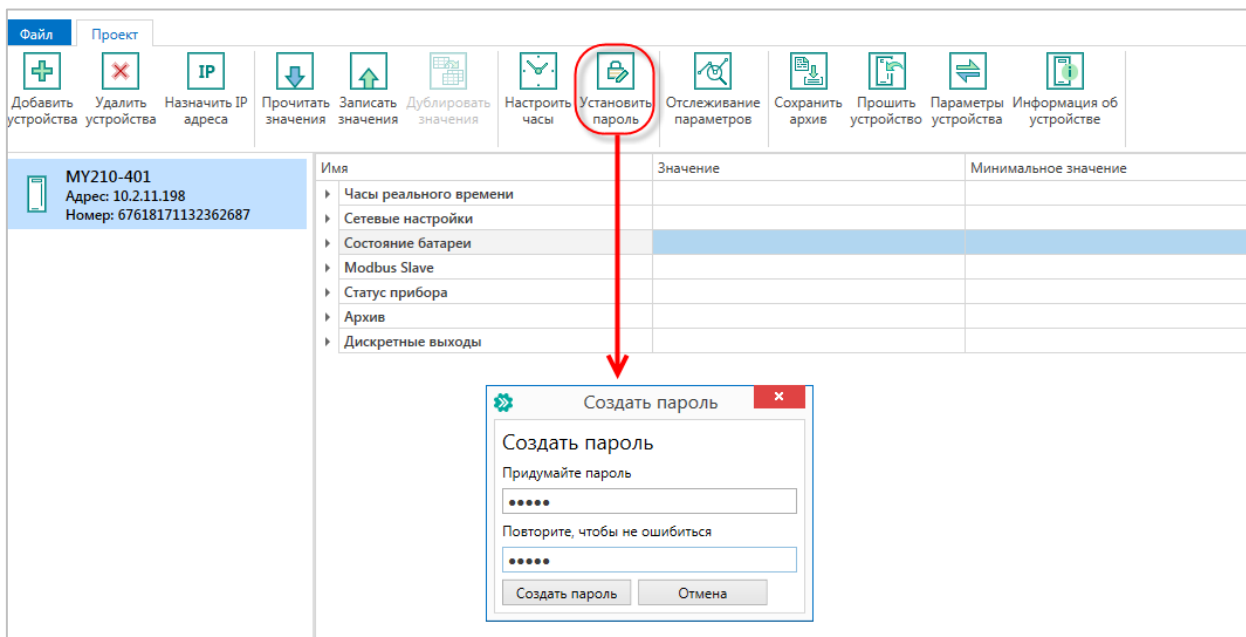

Рис. 4.2 – Создание пароля для модуля
8. На вкладке **Общие/Общие настройки** в параметре **Пароль** введите пароль, заданный в конфигураторе в пп. 3 (рисунок 4.2), после чего нажмите кнопку **Сохранить**: